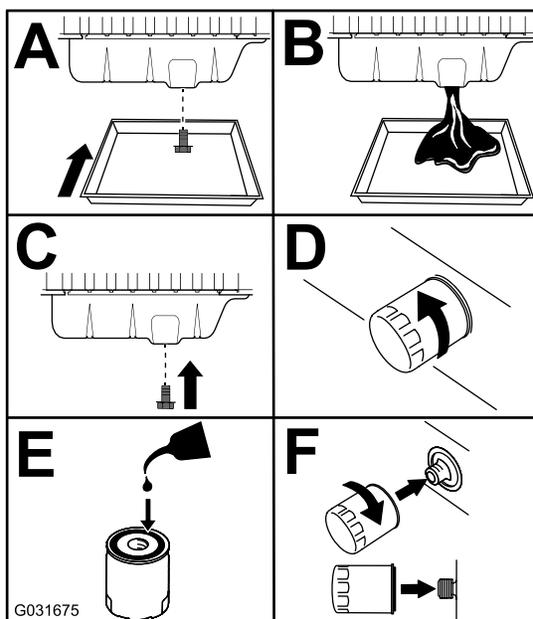

図 85
3. エンジンオイルとフィルタを交換する **図 85**。